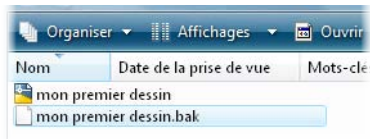

Figure 2.57
9. Contrôlez la création du fichier .dwg et, ultérieurement, la création automatique d'un fichier de sauvegarde .bak (voir Figure 2.57).